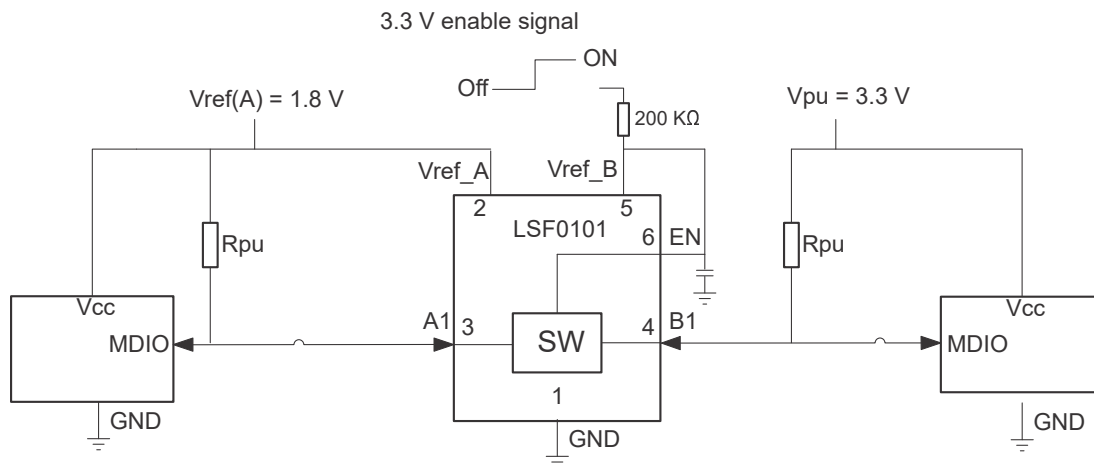

図 9-1. オープン・ドレイン変換の代表的なアプリケーション回路 (例として MDIO を使用)
- V_{CCB}/V_{CCA} は V_{ref_B} または V_{ref_A} と同じではありません。 V_{CCB} は LSF デバイスに供給される B 側の電源電圧を表し、 V_{ref_B} は 200kΩ 抵抗の反対側にある V_{ref_B} ピン (図 9-1 のピン 7) の電圧を表します。